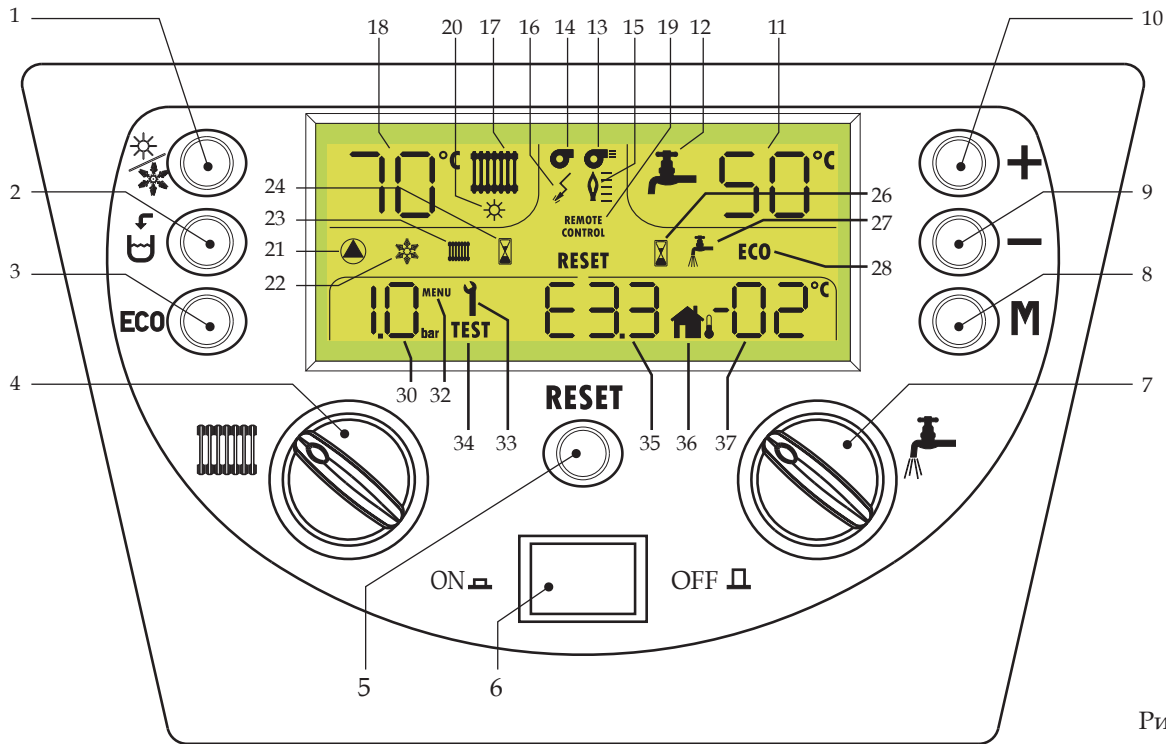

Рис. 1
Для включения/отключения режима Комфорт достаточно нажать клавишу 3 (ECO) - 3 рис. 1). Когда включен режим Комфорт, надпись ECO исчезает с дисплея.
Для восстановления рабочего режима - нажать клавишу 5 (Сброс (Reset) - рис. 1).
- Нажать клавишу ВКЛ/ВЫКЛ (ON/OFF) (см. рис. 1)
Нажать клавишу ВКЛ/ВЫКЛ (ON/OFF) (см. рис. 1)
Для выбора одного из двух режимов достаточно нажать клавишу 1  (рис. 1).